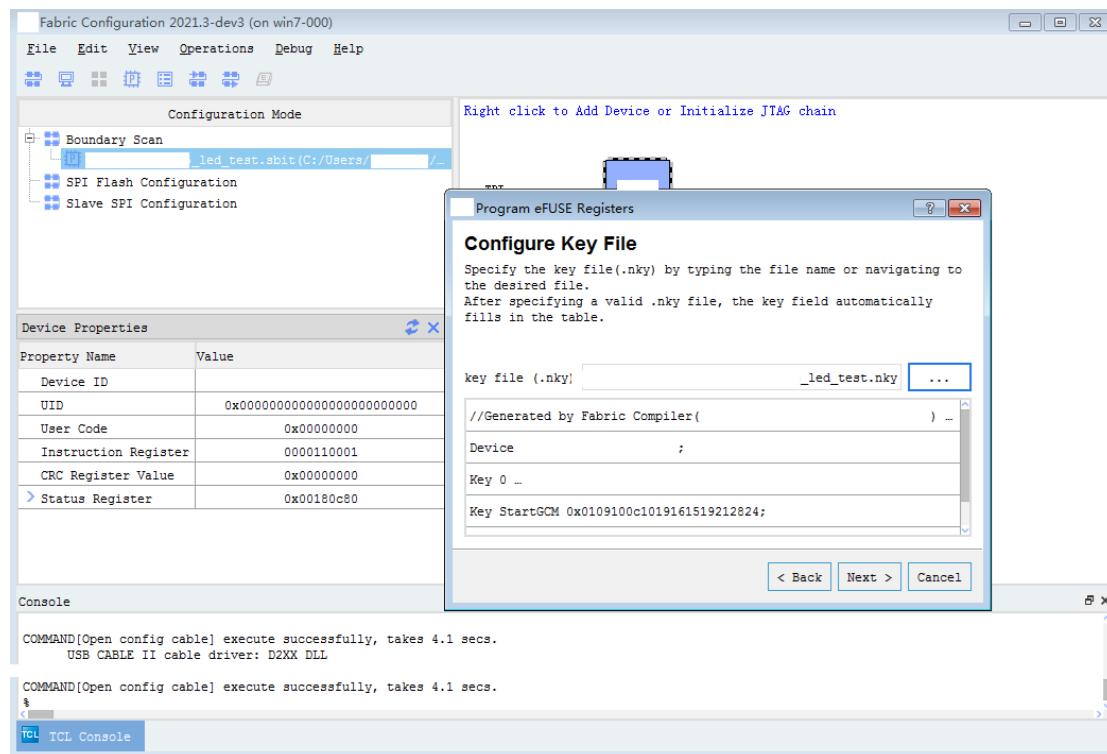

图 4-26 配置秘钥文件
2、在Configure Key File窗口中，用户在文件输入框选择将要编程的nky文件，软件会解析该秘钥文件是否与当前所选中的器件是否匹配，如果匹配将会把秘钥信息打印出来，如图 4-26所示。选择好秘钥文件后，点击Next。